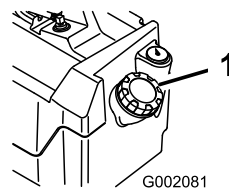

Figura 21
2. Pulite l'area circostante il tappo del serbatoio carburante (Figura 21).